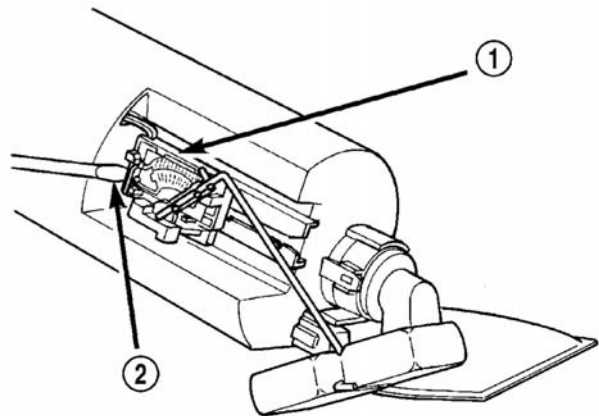

图 5 松开液面传感器
(5) 把螺丝刀，插入燃油油泵模块与液面传感器外壳顶部之间（图 5）。把液面传感器推低少许。